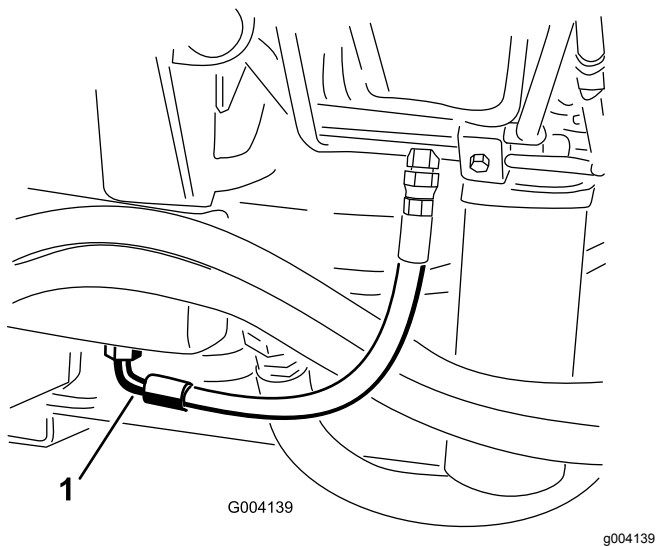

Bild 75
2. Stellen Sie eine große Auffangwanne unter das Anschlussstück, das unten am Behälter der Hydraulikflüssigkeit befestigt ist (**Bild 75**).